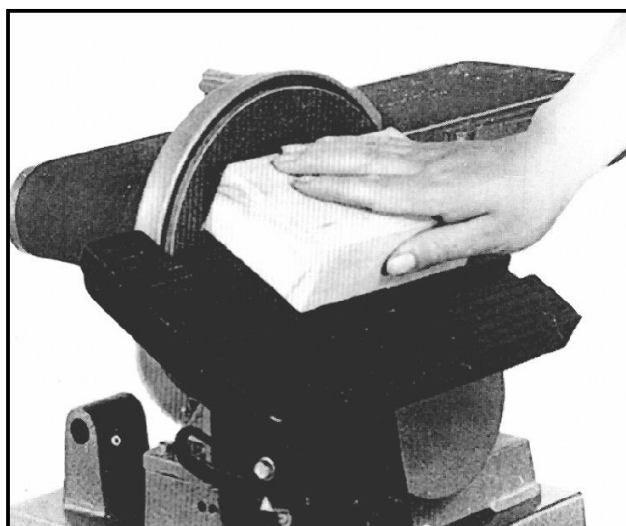

Figura 34 – Levigatura di superfici inclinate.
3. Appoggiare il pezzo da levigare sulla tavola di lavoro, dopodiché spingerlo leggermente fino ad appoggiare la superficie di testa del pezzo al disco abrasivo (figura 34);